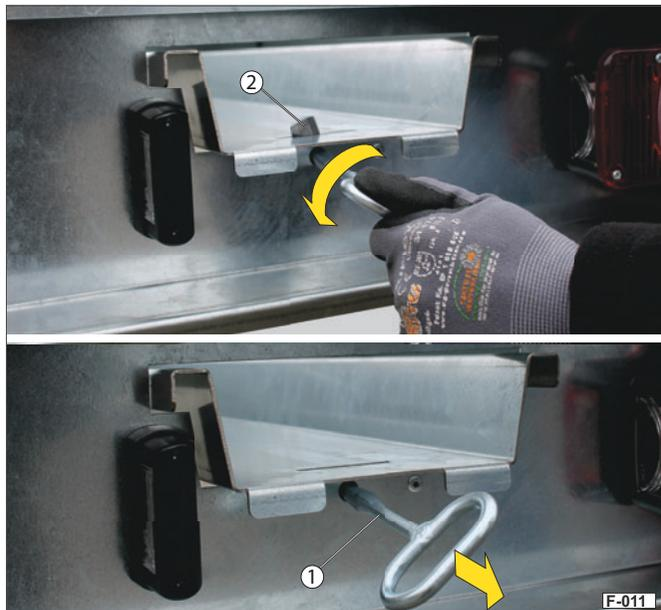

Abb. 11 Auffahrschiene entsichern
- ▶ Stecken Sie den Steckschlüssel (Abb. 11/1) in das Vierkantloch.